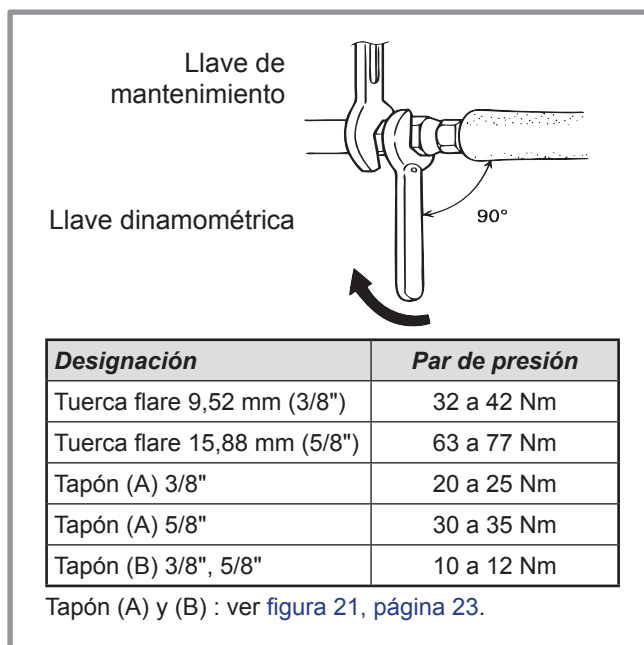

figura 19 - Par de presión
- Retirar los tapones de acceso (A) a los mandos de válvulas.
- Volver a montar los 2 tapones originales (asegurándose de que estén limpios) y apretarlos con el par de ajuste aconsejado figura 19, página 20. La estanqueidad en los tapones está realizada únicamente metal sobre metal.